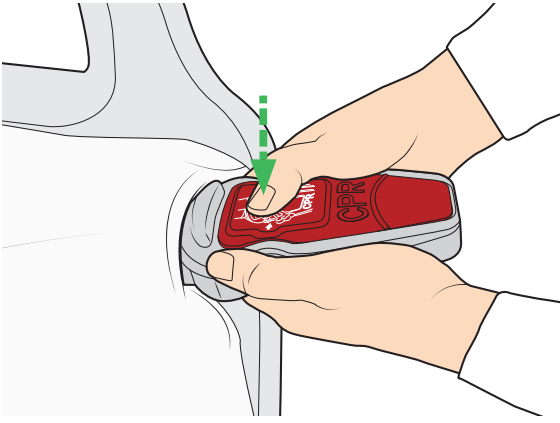

図 33
9. CPR が閉位置にあることを確認してください (図 33 を参照してください)。CPR 急速収縮ユニットは、いつでもアクセスできるようにしてください。